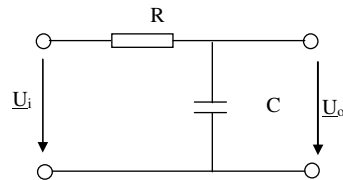

Fig. 1b
b) dacă însă circuitul se modifică ca în fig. 1b, prin introducerea unui condensator a cărui reactanță depinde de frecvență: